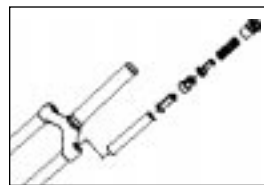

Abb. 2
2. Entfernen Sie die Federgruppe (obere Abdeckkappe, Stahlfeder, Einsteller für Federhärte, Distanzhülse aus Kunststoff, MCU Distanzhülse und Elastomer (S. Abb. 2)